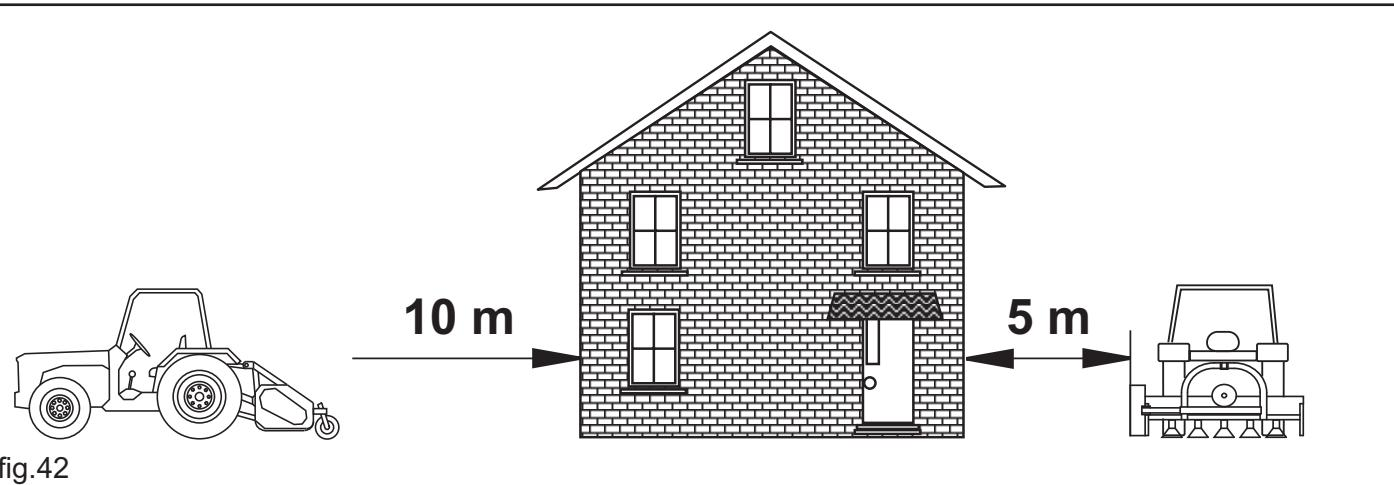

fig.42
- Lavorando in prossimità di abitazioni o strade rispettare le distanze di sicurezza (fig.42): 5 metri lateralmente, 10 metri posteriormente.